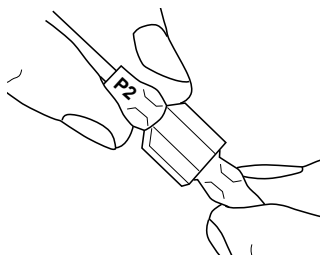

Figura 18 - Conexión de cables P2
7. Insertar el puerto hembra, que está en el cable de suministro de energía blanco (marcado con P1), en el puerto macho correspondiente. (marcado con P1), (consulte la Figura 18).